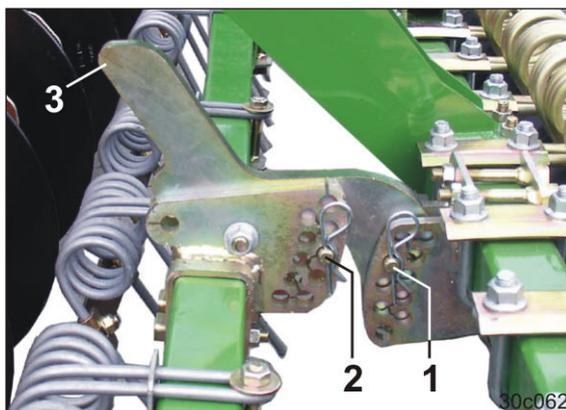

Fig. 155
3. Den Striegelzinkenbalken am Tragarmgriff (Fig. 155/3) festhalten.
4. Die Arbeitstiefe der Striegelzinken einstellen durch Abstecken des Tragarms mit dem Bolzen (Fig. 155/1).
Die Arbeitstiefe wird größer, je tiefer der Bolzen (Fig. 155/1) im Verstellsegment abgesteckt wird.
6. Den Anstellwinkel der Zinken zum Boden verändern durch Abstecken des Bolzens (Fig. 155/2) unterhalb des Tragarms (Fig. 155/3)
Der Anstellwinkel wird flacher, je tiefer der Bolzen (Fig. 155/2) im Verstellsegment abgesteckt wird.
7. Den Bolzen (Fig. 155/2) nach jedem Umstecken mit einem Federstecker sichern.